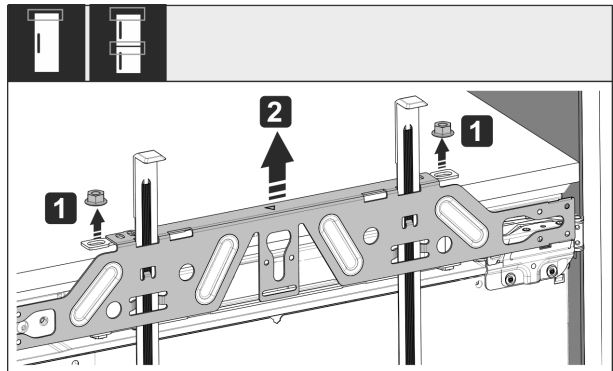

Fig. 58
- ▶ Soltar las contratuerzas Fig. 58 (1).
- ▶ Quitar el travesaño de fijación Fig. 58 (2).